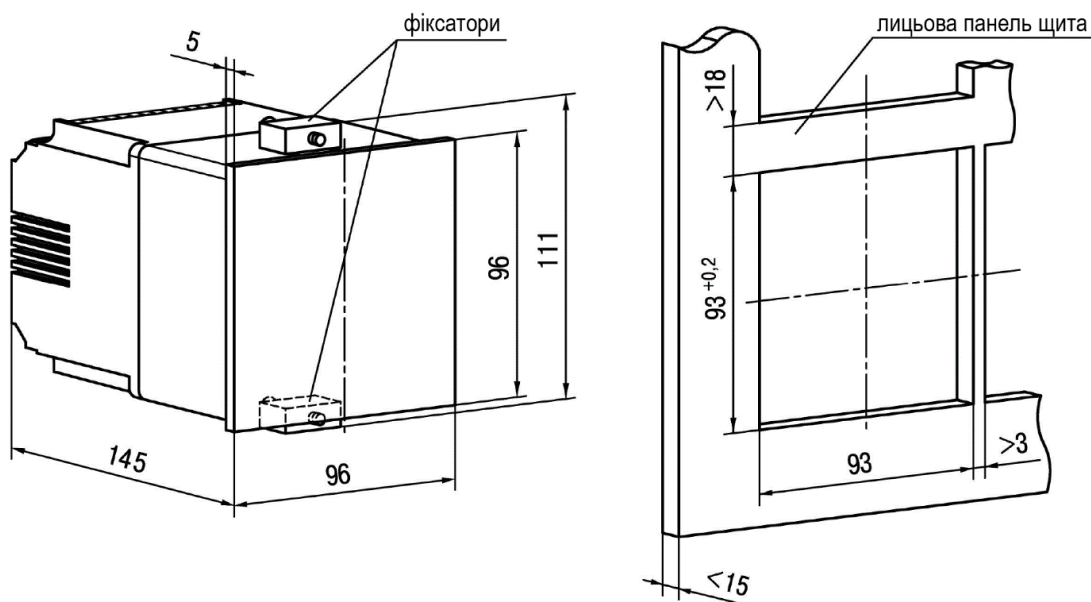

Рисунок 4.2 – Габаритні розміри корпусу Щ4
1. Підготувати на щиті керування монтажний виріз для встановлення пристрою (див. рисунок 4.2).